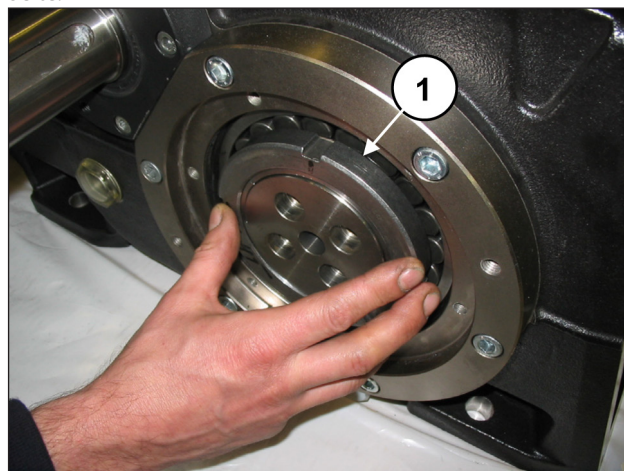
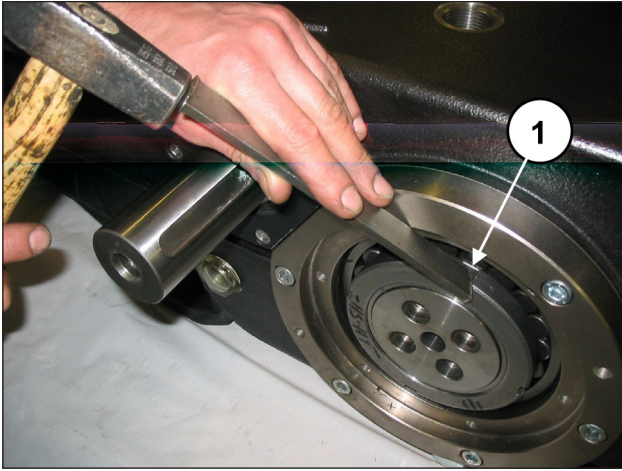

Abb. 16
Abb. 17
Drehen Sie auf einer Seite eine Nutmutter Typ SKF KM20 auf die Druckbuchse (Pos. ①, Abb. 16), lösen Sie die Buchse dann mit einem Schlagwerk (Pos. ①, Abb. 17), ohne sie jedoch herauszuziehen. Wiederholen Sie den Vorgang an der gegenüberliegenden Seite.